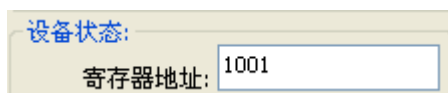

图 5.51 寄存器地址选择
1. 找到“详细设计”->“设备状态”->“寄存器地址”对应的输入框中，寄存器地址的范围是 1~65536，如图 5.51 所示：